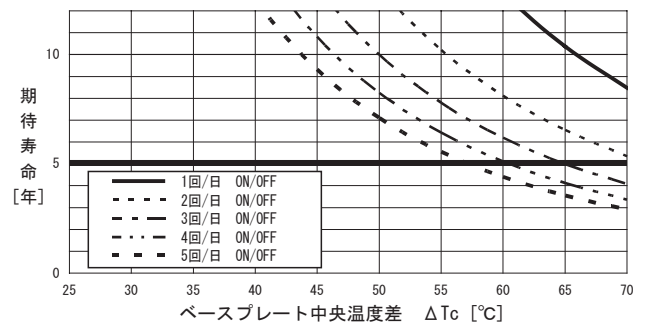

図8.1 熱疲労による期待寿命グラフ
■図8.1に当社加速試験結果を元に算出した1日のON/OFF回数とベースプレート中央部温度差ΔTcに対する製品の期待寿命を示します。
■無償補償期間5年ですが、図8.1に示す期待寿命が5年未満の場合、この寿命を無償補償期間とします。